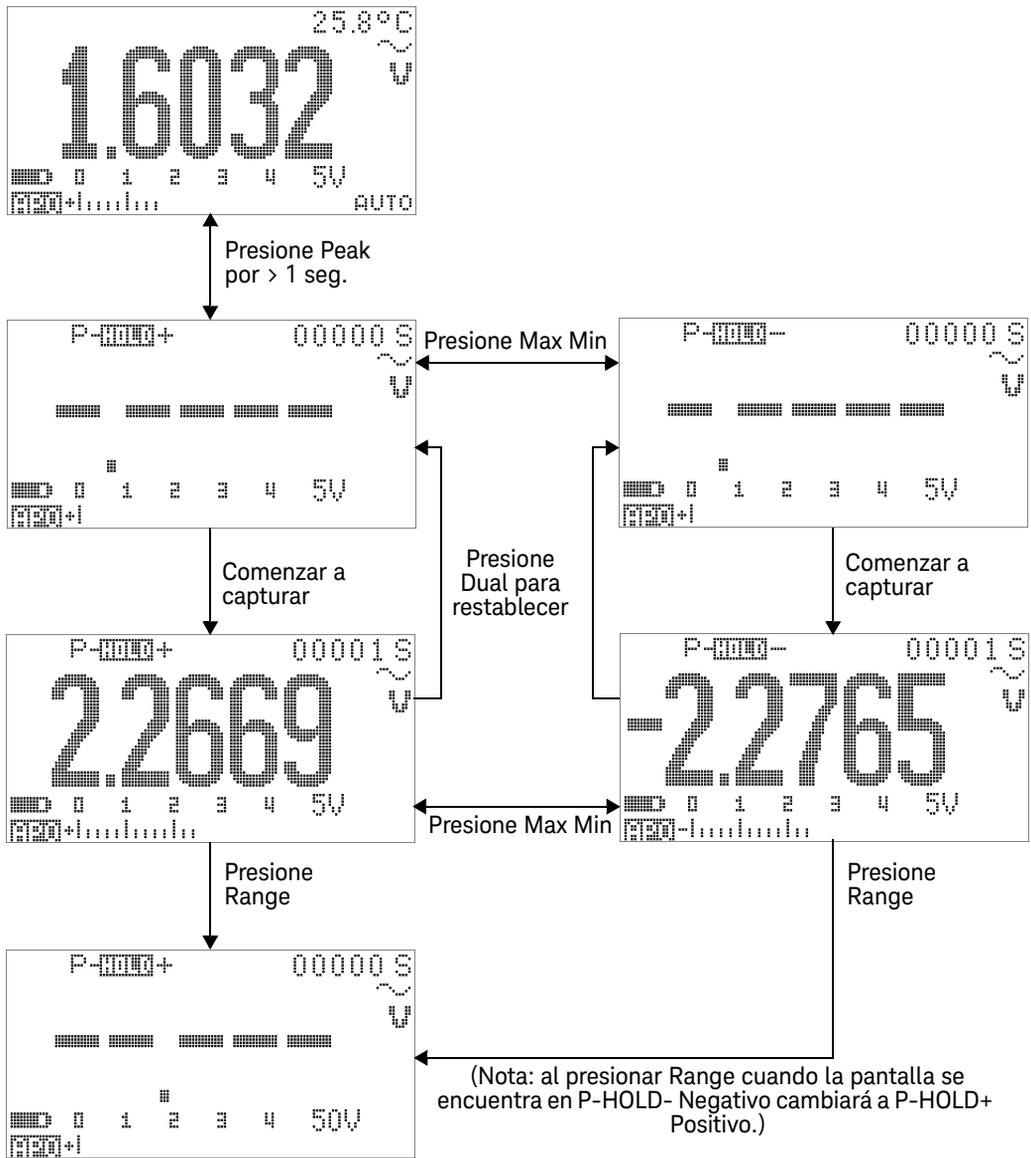

Figura 3-7 Operación del modo Retención de picos de 1 ms
- 4 En el ejemplo de medición que se muestra en la Figura 3-7 en la página 96, el factor de cresta será $2.2669/1.6032 = 1.414$.